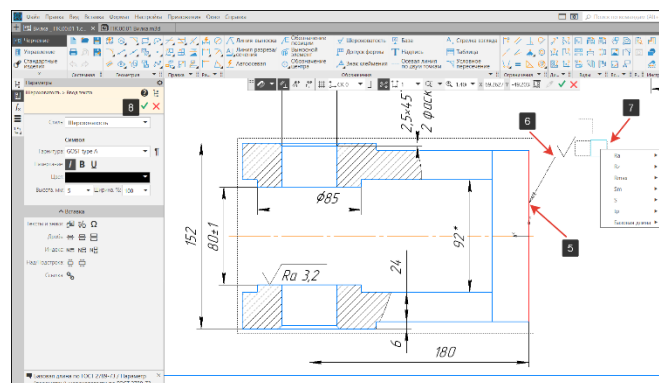

Рисунок 246 – Привязка линии-выноски
- Вторым кликом укажем точку-привязку стрелки линии-выноски (5) (Рисунок 246);
- Третьим кликом укажем положение полки линии-выноски (6) (Рисунок 246);
- После указания положения линии-выноски, в окне (7) введем значение шероховатости с клавиатуры или из таблицы шероховатостей (Рисунок 246);
- Для завершения работы нажмем кнопку Завершить (8) (Рисунок 246).